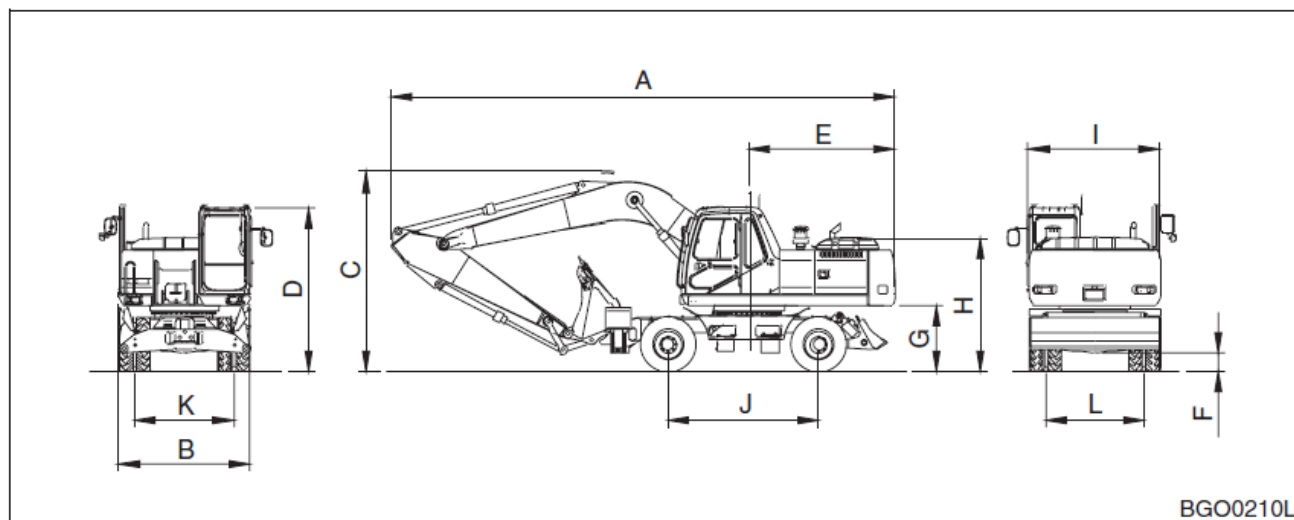

Рис. 5
7. При подготовке к транспортировке пользоваться таблицей "Перевозочные габариты" для уточнения общих габаритов машины по ширине и высоте. См. рис.5. Убедиться, что экскаватор размещен согласно рисунку. При транспортировке в другом положении высота может быть другой.